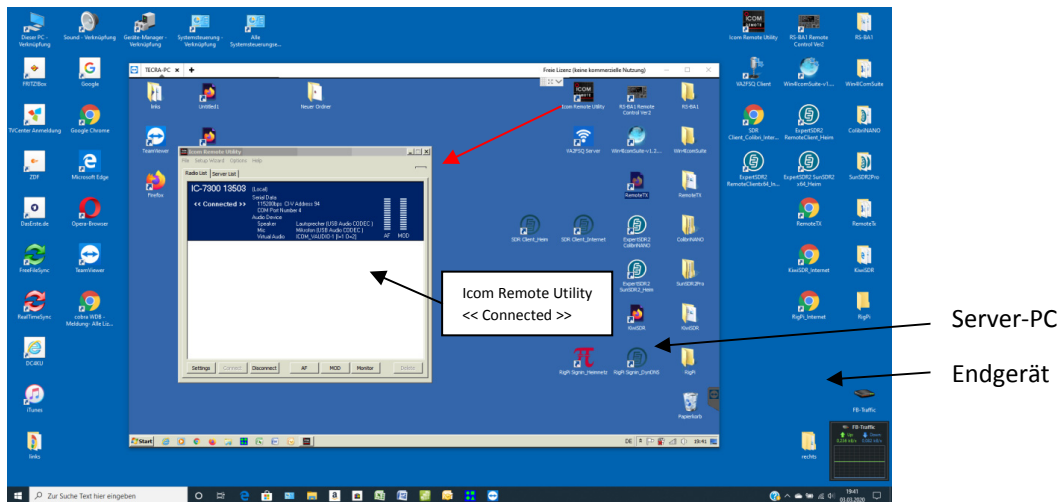

Bild 5: TeamViewer öffnet den Bildschirm des Server-PC am Endgerät, Icom Remote Utility wird gestartet
Um die Software "Icom RS-BA1" lauffähig zu machen, muß vorher das Server-Programm "Icom Remote Utility" auf dem Server-PC gestartet sein. Aber auch das läßt sich ferngesteuert durchführen, mit Hilfe des Programms "TeamViewer". Dazu die Software von <https://www.teamviewer.com/de/> herunterladen und auf dem Server-PC und den Endgeräten installieren. Nach Start von TeamViewer und Eingabe von Namen und Kennwort des Server-PCs, öffnet sich die Oberfläche des Server-PC auf dem Bildschirm des Endgerätes (PC) und läßt sich von da aus bedienen. "Icom Remote Utility" kann jetzt aus beliebiger Entfernung am Server-PC gestartet werden und anschließend ist der IC-7300 von allen Endgeräten im Heimnetz, als auch aus dem Internet, erreichbar (**Bild 5**).